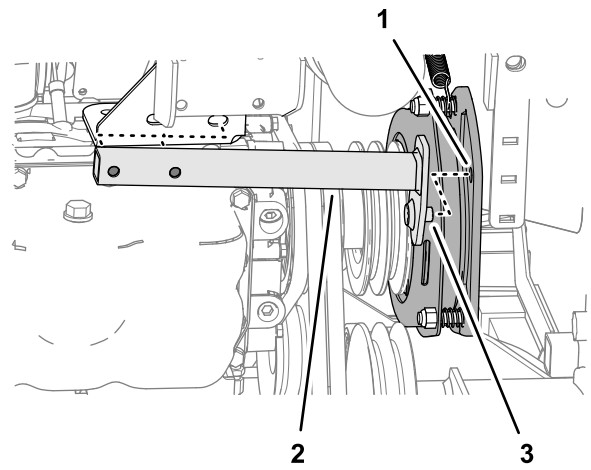

Bild 92
7. Schieben Sie das Drehsperrrohr nach hinten und nehmen es von der Maschine ab (Bild 92).
2. Fluchten Sie den Stift des Drehsperrrohrs mit dem Loch in der Zapfwellenkupplungsplatte aus, siehe Bild 92 in Entfernen der Zapfwellenriemen \(Seite 69\).